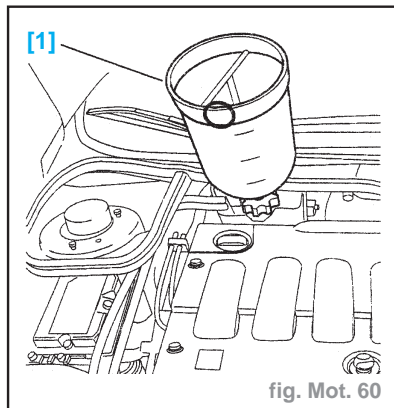

fig. Mot. 60
- Monter sur l'orifice de remplissage le cylindre de charge [1] (fig. Mot. 60).